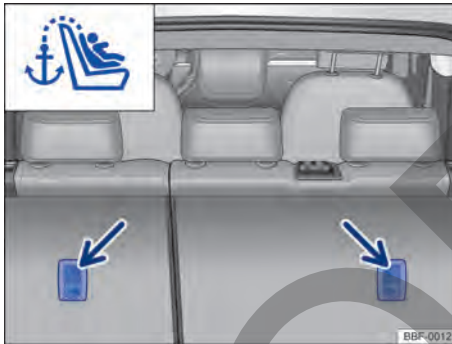

Fig. 45 Ojales de retención para el cinturón de fijación superior en el lado de atrás del asiento trasero.
- Si se provee junto con el asiento para niños, coloque el cinturón de fijación superior (Top Tether) del asiento para niños entre el respaldo del asiento trasero, fijándolo al terminal de enganche que se encuentra en la parte posterior del respaldo del asiento → fig. 45.